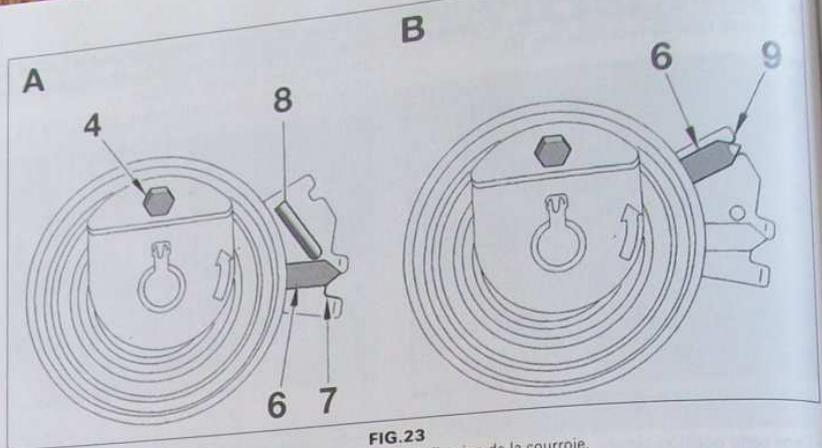

FIG.23 A. Prétension de la courroie - B. Tension de la courroie.
- Tourner le galet tendeur, par son empreinte 6 pans creux (4) à l'aide d'une clé Allen, jusqu'à ce que son index (6) soit en position de tension maxi, face à l'encoche inférieure de la patte fixe (7) (Fig.23).
- Dans cette position, immobiliser l'index mobile à l'aide de la pige fournie avec le galet neuf (8) (pige de 4 mm) introduite dans l'orifice de la patte fixe du galet tendeur.
- Desserrer l'écrou du galet tendeur, tout en maintenant ce dernier à l'aide de la clé 6 pans mâles, et déposer la pige de blocage (8) (Fig.23).
- Tourner le galet tendeur, dans le sens anti-horaire, pour amener son index (6) en face de l'encoche supérieure de la patte fixe (9).